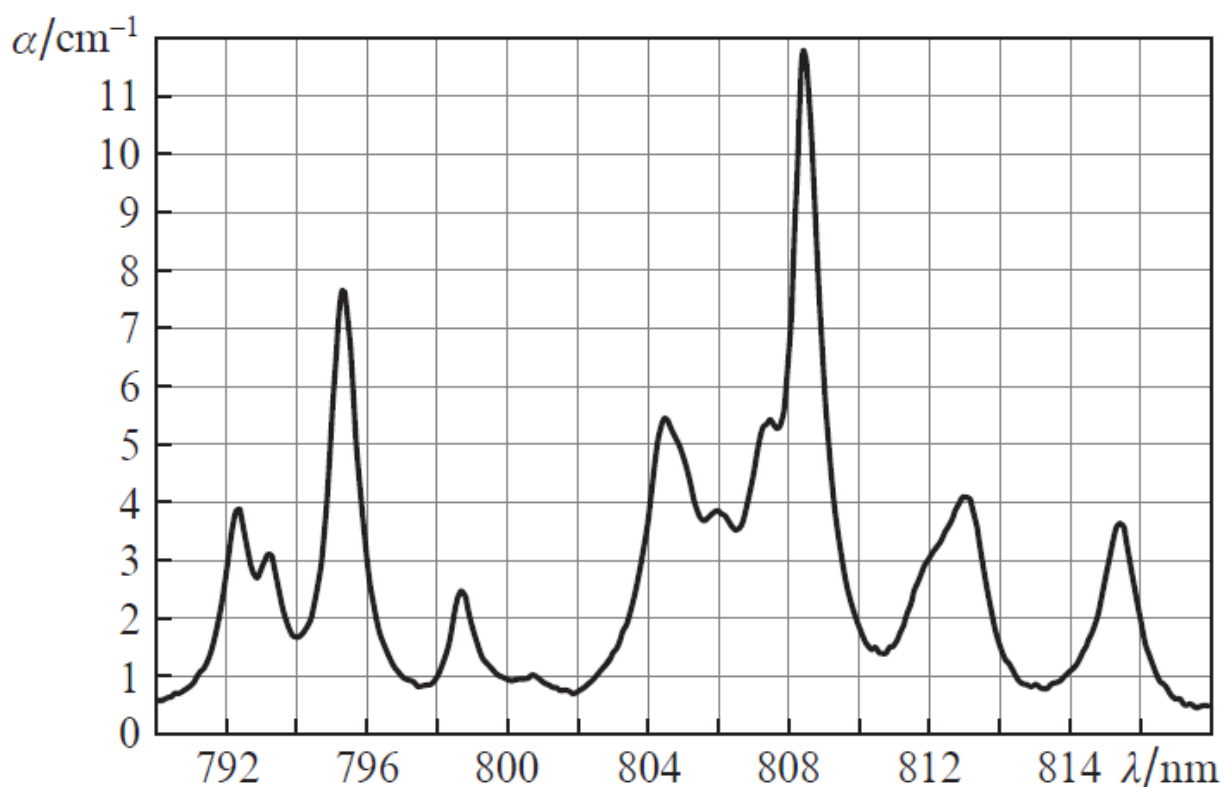

Рис. 2. Спектр поглощения иона Nd^{3+} в матрице монокристалла YAG в узком спектральном диапазоне вблизи основной полосы накачки 808 нм.
- 4.1.3 установить вид тока накачки, для чего перевести переключатель на лицевой панели БИПЛЛ-1 в одно из положений: «ИМП ТОК» (импульсный ток) или «ПОСТ ТОК» (постоянный ток) (рис.2 п.4);
- 4.1.4 установить переключатель «ВАХ» на лицевой панели БИПЛЛ-1 в положение «РУЧНОЙ» (рис.2 п.3);
- 4.1.5 установить необходимый диапазон регулировки тока накачки при помощи переключателя на лицевой панели БИПЛЛ-1 (рис.2 п.7); возможные варианты: 10А, 20А, 30А, 40А;
- 4.1.6 в случае измерения характеристик лазерных линеек в режиме импульсного тока установить требуемую длительность и частоту следования импульсов при помощи соответствующих кнопок на лицевой панели БИПЛЛ-1 (рис.2 п.1 и 2);
- верхнее положение (рис.2 п.6), при этом загорится зеленый светодиод над тумблером «ЛД. ВКЛ»;
- 4.1.14 при помощи ручек «ГРУБО» и «ТОЧНО» на лицевой панели БИПЛЛ-1 выставить требуемый ток накачки (рис.2 п.8). Ток накачки контролируется по показаниям индикатора «ТОК НАКАЧКИ ЛД».
- 4.1.15 Выбрать тип измеряемой характеристики установкой переключателя на лицевой панели БИПЛЛ-1 в положение «ВОЛЬТ-АМП» (для измерения вольт-амперной характеристики) или «ВАТТ-АМП» (для измерения ватт-амперной характеристики) (рис.2 п.4);
- 4.1.16 перевести переключатель «ВАХ» на лицевой панели БИПЛЛ-1 в положение «АВТОМАТ» (рис.2 п.3);
Контроль температуры лазерной линейки осуществляется по индикатору «ТЕМПЕРАТУРА ТЕПЛООТВОДА ЛД» на лицевой панели БИПЛЛ-1 (рис.2 п.9) и индикатору «ТЕМПЕРАТУРА» на лицевой панели БСТ-1 (рис.1 п.7).
При перегреве БИПЛЛ-1 происходит отключение подачи тока накачки и загорается светодиод «ПЕРЕГРЕВ УСТАНОВКИ» (рис.2 п.10). В случае перегрева необходимо подождать, чтобы прибор остыл (1-5 мин), после чего нажать клавишу «СБРОС», расположенную под индикатором перегрева (рис.2 п.11). При этом он автоматически восстановит ток через лазер.
Если БИПЛЛ-1 ведёт себя некорректно, необходимо отключить ток накачки и нажать клавишу «СБРОС» слева от индикатора длительности импульса на лицевой панели БИПЛЛ-1 (рис.2 п.12).
Рис. 2. Блок измерения параметров лазерной линейки БИПЛЛ-1: п.1 – установка частоты; п.2 – установка длительности импульсов; п.3 – переключатель измерения ВАХ (ручной/автомат); п.4 – переключатель характеристики измерения; п.5 – переключатель подачи тока; п.6 – включение/выключение подачи тока; п.7 – установка предельного значения тока; п.8 – точная настройка значения тока; п.9 – показатель температуры; п.10 – диод перегрева установки; п.11 – сброс температуры установки; п.12 – сброс настроек установок.
4.3.9 установить ручки «ГРУБО» и «ТОЧНО» на лицевой панели БИПЛЛ-1 в крайнее левое положение (рис.2 п.8);
4.3.10 установить тумблер «ЛД. ВКЛ» на лицевой панели БИПЛЛ-1 в нижнее положение (рис.2 п.6);